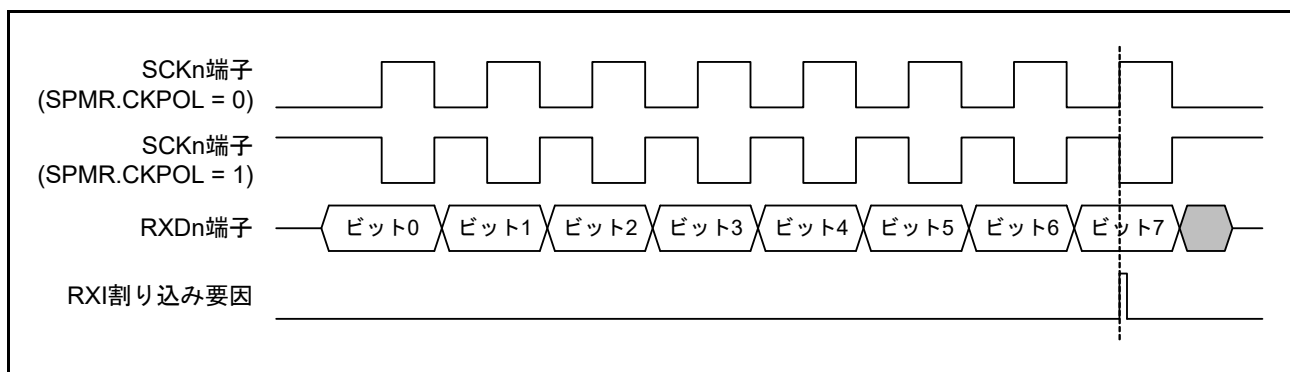

図 32.85 簡易 SPI モード (クロック遅れあり) RXI 割り込み発生タイミング
- クロック遅れあり設定 (SPMR.CKPH ビット = 1) の場合、図 32.85 に示すように SCKn 端子の最終クロックエッジ手前のクロックエッジで受信データフル割り込み (RXI) が発生します。このとき、SCR レジスタの TE、RE ビットを SCKn 端子の最終クロックエッジより前に“0”に設定すると SCKn 端子出力がハイインピーダンスとなり、最終送受信クロックのクロックパルス幅が短くなります。また、RXI 割り込み後、SCKn 端子の最終クロックエッジより前に接続先スレーブに対する SSn# 端子入力信号を High にするとスレーブが誤動作する可能性があります。